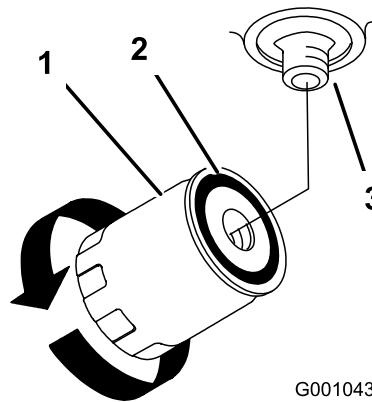

Figura 57
4. Localice el filtro debajo de la base del motor, y coloque un recipiente debajo del filtro (Figura 57).
5. Retire el filtro usado y límpie con un paño la superficie de la junta del adaptador del filtro (Figura 57).
9. Cuando el filtro hidráulico esté lleno, gire el filtro en el sentido de las agujas del reloj hasta que la junta de goma entre en contacto con el adaptador del filtro, luego apriete el filtro 1/2 vuelta más (Figura 57).